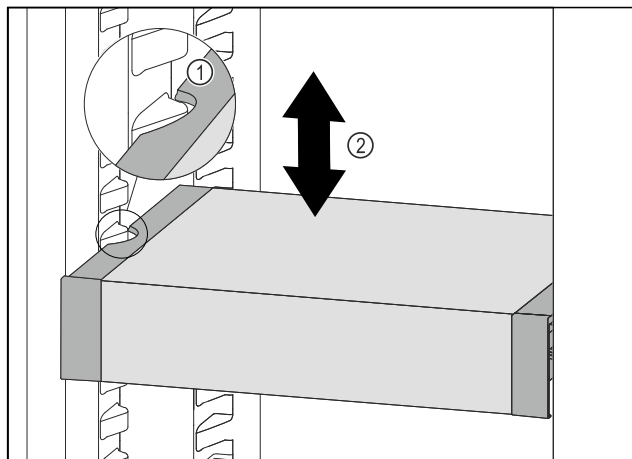

Fig. 180
- Тяните VarioSafe вперед, пока боковые выемки VarioSafe не окажутся на высоте выступа резервуара в холодильном отделении. *Fig. 180 (1)*
- Двигайте VarioSafe в холодильном отделении вверх или вниз, пока не будет достигнута требуемая высота. *Fig. 180 (2)*